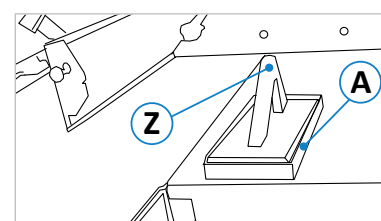

Abbildung 37: Zuführlade
- Beim Abrichten kurzer Werkstücke ist die im Lieferumfang enthaltene Zuführlade (Z) oder ein Schiebehölz zu verwenden.
- Bei Nichtverwendung sollte die Zuführlade (wie in ⇒ Abbildung 37 gezeigt) in das vorgesehene Ablagefach (A) auf dem Maschinenständer abgelegt werden.